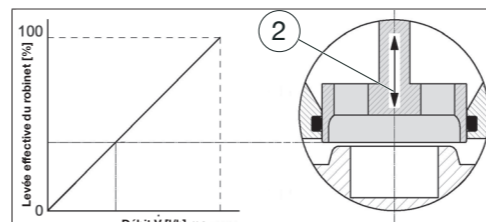

Fig. 5: Courbe de fonctionnement de l'unité de régulation
Le robinet «Cocon QTZ» peut être équipé d'un moteur actionnant l'unité de régulation (2) dont la courbe de fonctionnement est presque linéaire (voir Fig. 5).